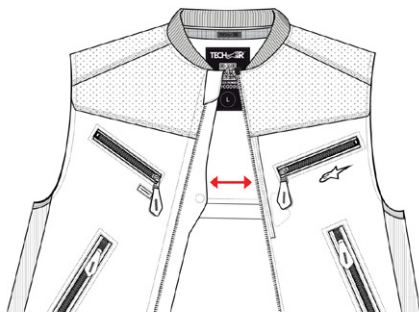

Abbildung 10
Um das System ausgeschaltet zu halten, halten Sie den Aktivierungsklappe (1) offen, wie in Abbildung 10 dargestellt. Lassen Sie das System immer in diesem Zustand, wenn es gelagert, transportiert oder versandt wird (siehe Abschnitt 14 "Reinigung, Lagerung und Transport").